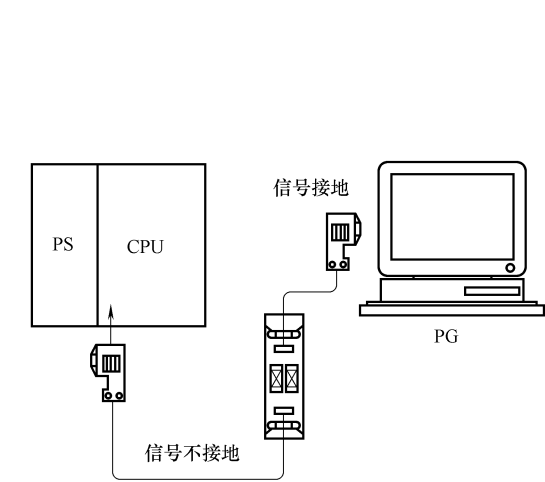

图 3-26 使用 RS-485 适配器的连接
① MPI 地址: 如 PG 不作为网络中的固定站点, 而是作为临时性的服务设备使用时, 推荐将 PG 以未知 (unknown) 节点的形式连接到 MPI 子网中, 并且在 PG 上设定 MPI 地址为 0, 最大 MPI 地址为 126。
② RS-485 适配器：PG 有接地与不接地两种类型。当 PG 不接地时，如果连接到同样不接地的 MPI 网络中，两者可以进行直接连接。但当 PG 接地时，PG 与 PLC 之间必须使用 RS-485 适配器进行的连接，如图 3-26 所示。